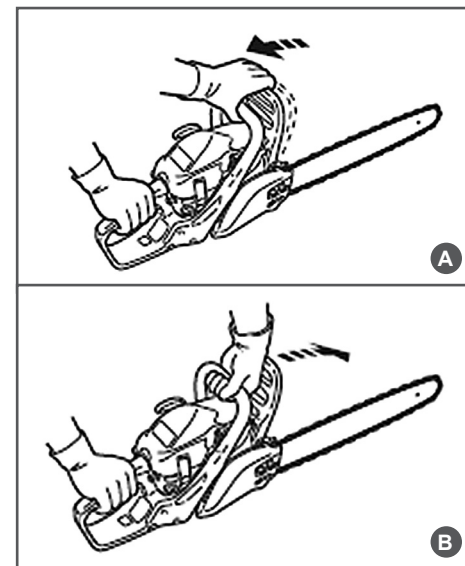

Рис. 6 Проверка механического тормоза цепи
Тормоз цепи выключен (цепь может вращаться), когда ручка тормоза взведена (Рис. 6А).
Тормоз цепи включен (цепь не имеет возможности вращаться), когда ручка тормоза находится в отжатом положении (Рис. 6В).
- Используя тормоз цепи, переместить левое запястье от себя и нажать им на ручку тормоза, не отпуская рукой переднюю рукоятку пилы (Рис. 6В).
- Звездите ручку тормоза (Рис. 6А).